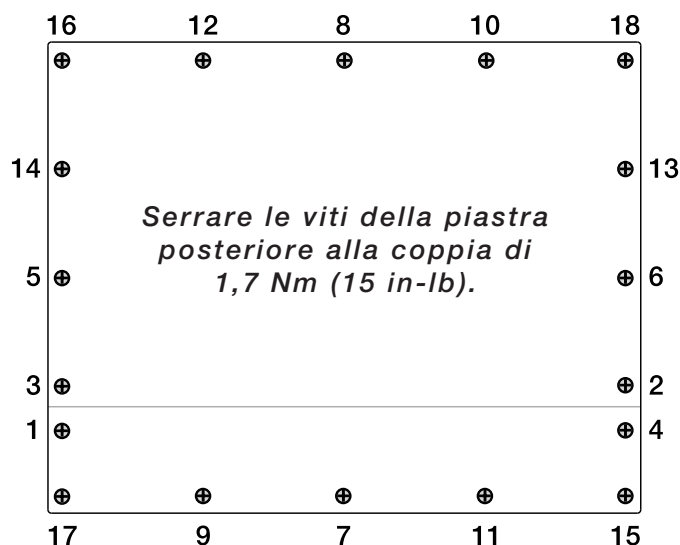

Figura 3-1. Piastra posteriore del modello 920i
3. Serrare alla coppia di 1,7 N-m (15 in-lb), secondo la sequenza riportata nella Figura 3-1, per evitare deformazioni della guarnizione della piastra posteriore.
4. Reinstallare la piastra posteriore (Figura 3-1 a pagina 17).